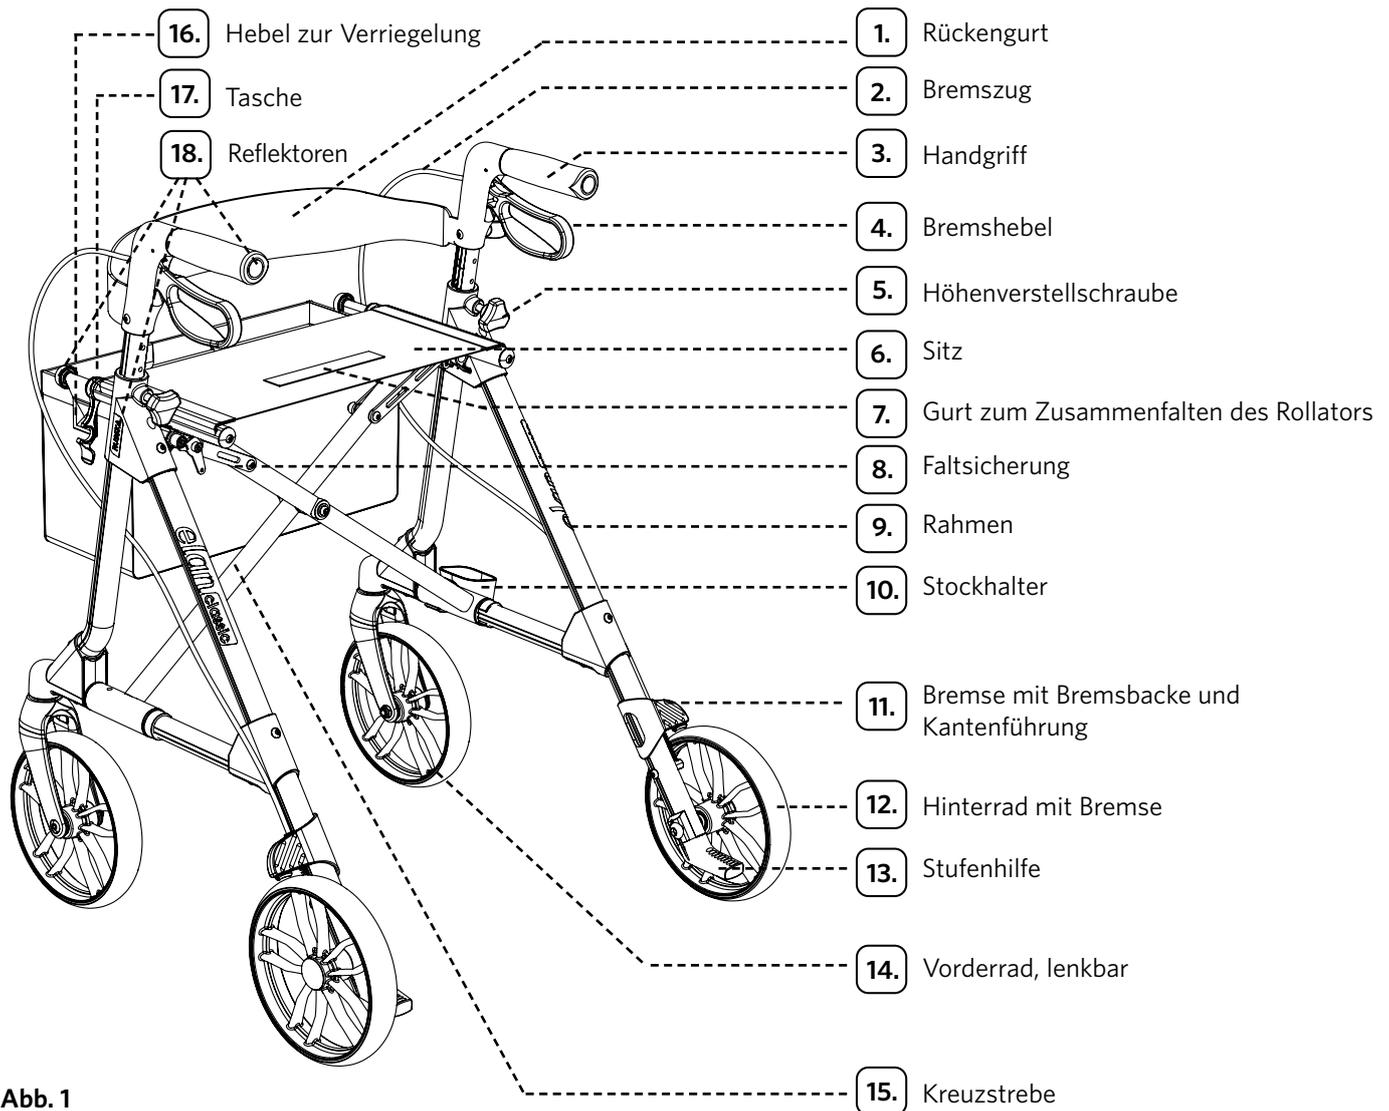

Abb. 1
1. Lösen Sie die Höhenverstellungsschraube (Abb. 1, Nr. 5.).
3. Ziehen Sie die Höhenverstellungsschraube (Abb. 1, Nr. 5.) fest.